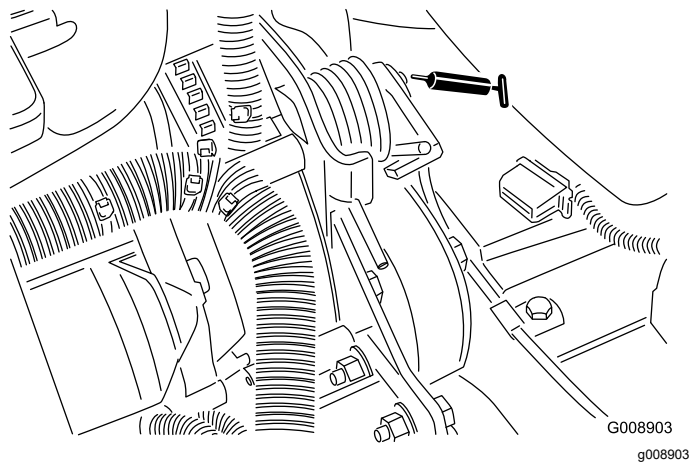

Figura 42
- Pivote de tensión de la correa (**Figura 42**)